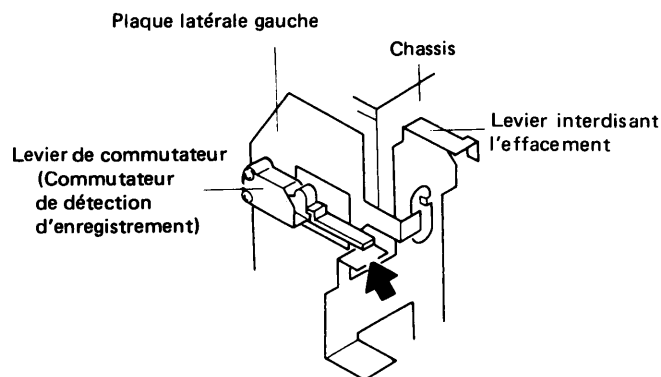

Fig. 12-3 Réglage du commutateur de détection REC
2. Régler le levier interdisant l'effacement (montré par une flèche sur la Fig. 12-3) en le pliant de telle sorte que le contact soit ON lorsque l'onglet est enlevé, et que le contact soit OFF lorsque l'onglet existe.